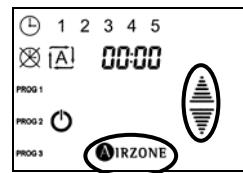

Fig. 27 - Selezione dell'ora iniziale
- 6) Selezionare con le frecce di selezione l'ora iniziale e confermare con una pulsazione sull'icona AIRZONE (Fig. 27).
- 7) Selezionare con le frecce di selezione i minuti dell'ora iniziale e confermare con una pulsazione sull'icona AIRZONE (Fig. 27).